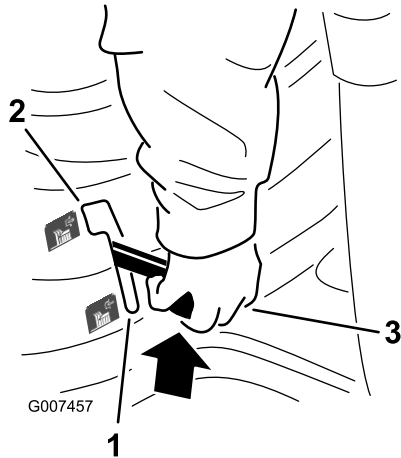

Figura 6
2. Mueva lentamente el control de las cuchillas (PTO) a Engranada (Figura 6).
2. Ponga el control de las cuchillas (PTO) en Desengranada (Figura 6).